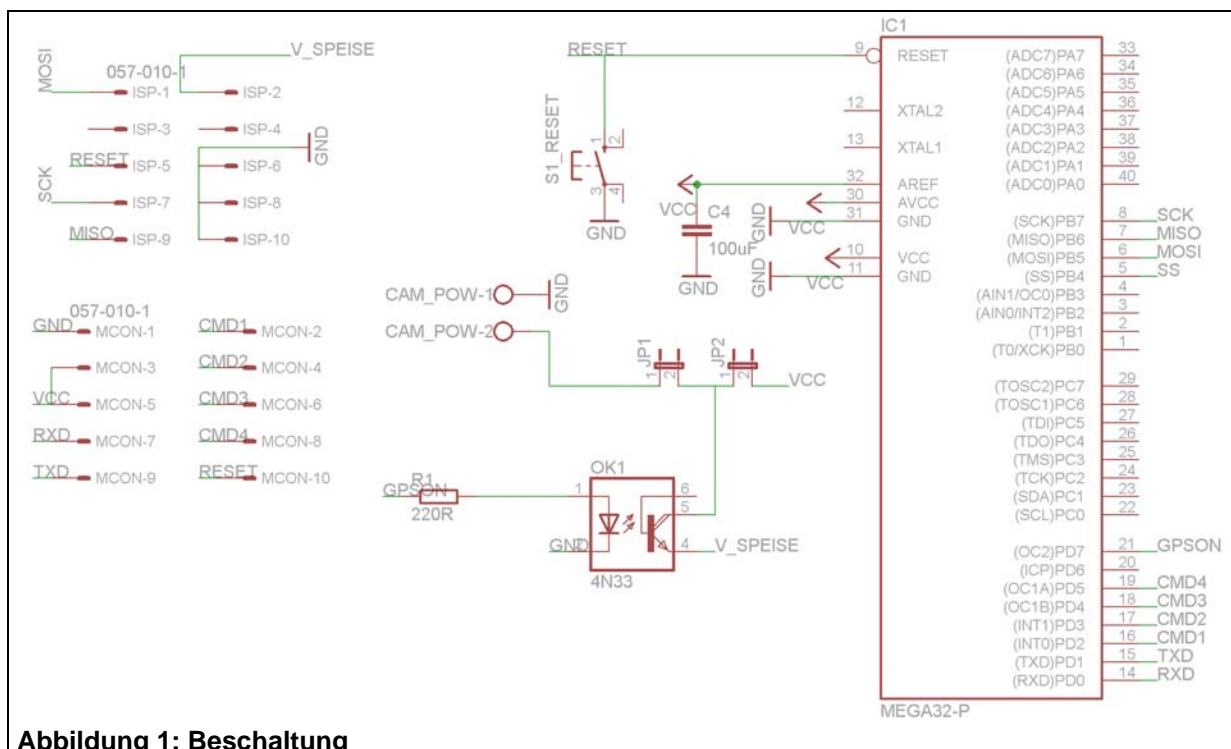

Abbildung 1: Beschaltung
Zum Betrieb des Loggers ist unter allen Umständen ein Mobiltelefon von Siemens anzuschließen. Es kann im Grunde dabei jedes Gerät mit einer seriellen Schnittstelle verwendet werden. Da siemensspezifische AT-Befehle verwendet werden, können nur Geräte von Siemens verwendet werden. Getestet wurde der Aufbau mit einem MC60, einem A60 und einem C60. Es müssten aber auch die alten Geräte, jene ohne SlimLumberg-Stecker betrieben werden können. Um das Telefon anzuschließen muss von der jeweiligen verwendeten Schaltplatine aus die Kontaktierung mit dem Mobiltelefon erfolgen. Die Anschlussbelegung des verwendeten Mobiltelefons kann man von folgender Seite entnehmen: <http://pinouts.ru/> Dort nach dem verwendeten Gerät suchen und entsprechend TX(Mobil) auf RXD und RX(Mobil) auf TXD (250 Ohm in die Leitung setzen) legen (vgl. Abbildung 1). Ferner die Massen der Platine und des Mobiltelefons verbinden. Dies ist bereits die Minimalbeschaltung.
Der Anschluss der GPS-Maus erfolgt über den gemeinsam genutzten ISP-Wannenstecker. Der Ausgang (TX) der GPS-Maus geht dabei auf B.5 am uC (Bezeichnung MOSI in Abbildung 1). Die GPS-Maus darf während der Programmiervorgangs über den ISP-Programmer nicht mit dem uC verbunden sein.